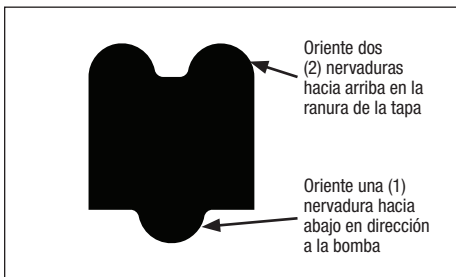

Figura 19. Sección transversal del sello de la tapa
3. Inserte el sello en la ranura de la tapa con las dos (2) nervaduras mirando hacia adentro en la ranura de la tapa y la única (1) nervadura mirando hacia afuera en dirección a la bomba. Consulte la *Figura 19* para ver un corte transversal.